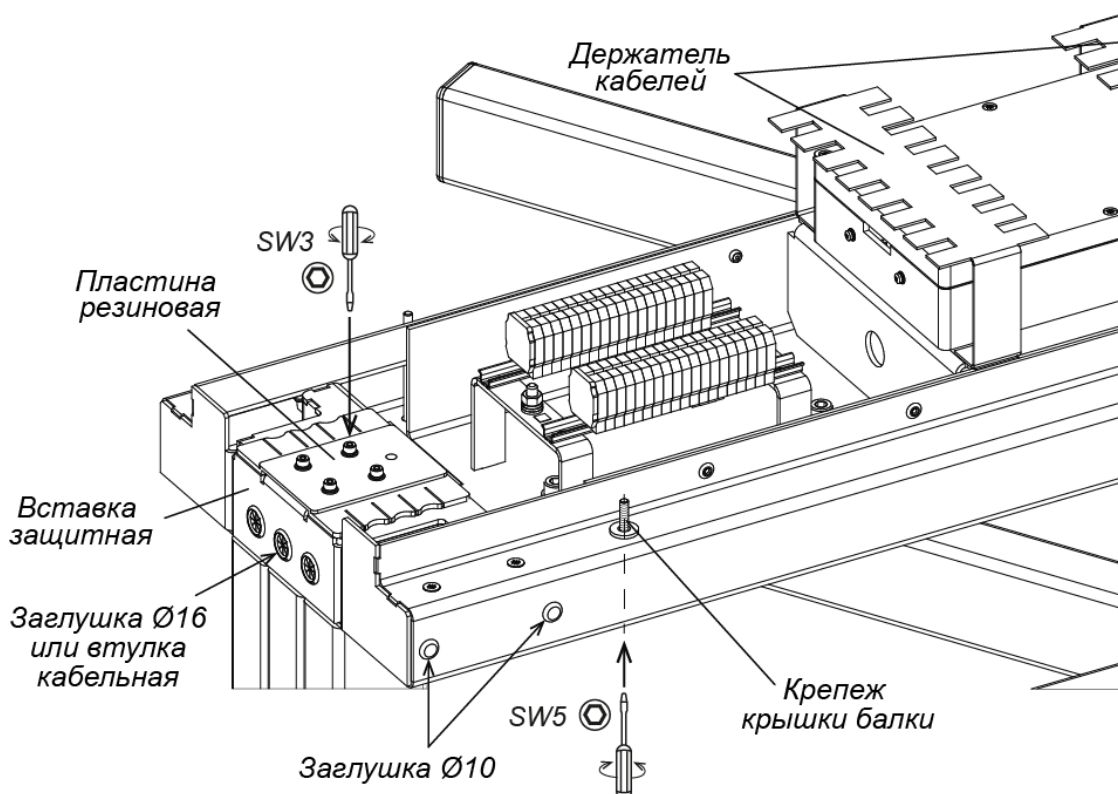

Рисунок 14. Элементы балки привода.
- Со стороны крепления стойки с преграждающими планками снимите вставку защитную, используя шестигранный ключ SW3 (см. рис. 14).
19. Аккуратно уложите кабели внутри балки привода, закрепите их с помощью кабельных стяжек на держателях кабелей (рис. 14). Кабели не должны мешать работе исполнительного механизма турникета и свободному закрыванию крышки балки привода.
21. Аккуратно поднимите крышку (9) и наденьте ее сверху на балку привода (8). Работайте вдвоем! Закрепите крышку снизу балки винтами М6×70 (рис. 14).